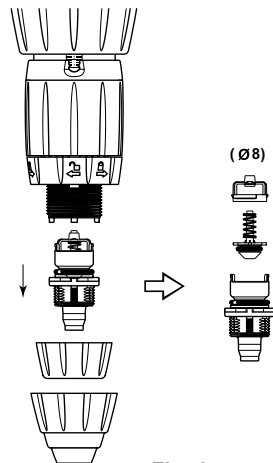

Fig. 17
- Les remettre en place suivant l'ordre et la position du schéma (Fig. 17).